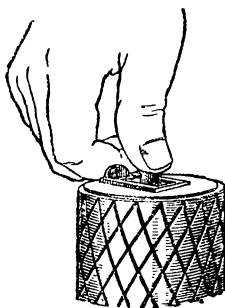

Рис. 16. Как дослать запал
4) осторожно нажать на конец запала большим пальцем правой руки (рис. 16), чтобы дослать его на место, после чего задвинуть задвижку запала так,